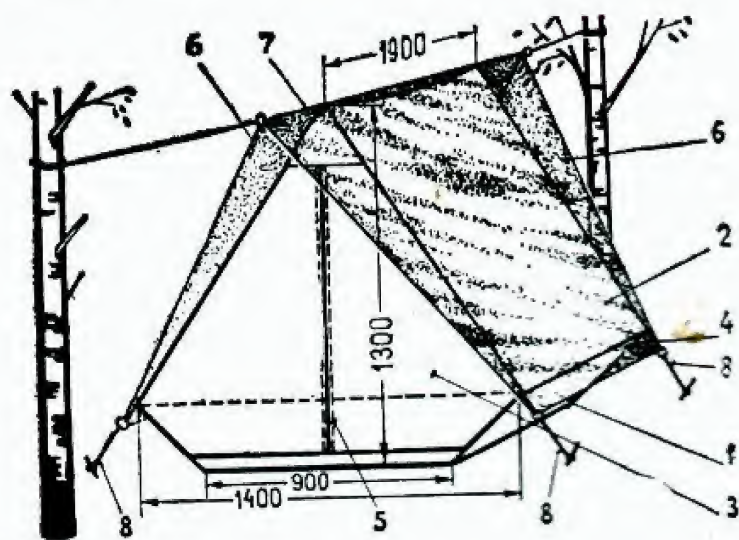

Рис. 1
Намет і тент (рис.1) зшиті з трьох різних матеріалів: плащової, клейонки та поліетиленової плівки. Дно намету і борти вздовж нього утворюють своєрідне корито, що не промокає (1). Вони пошиті з тонкої, але міцної клейонки. Перед зшиванням усі кромки дна й бортів проклеєні гумовим клеєм.